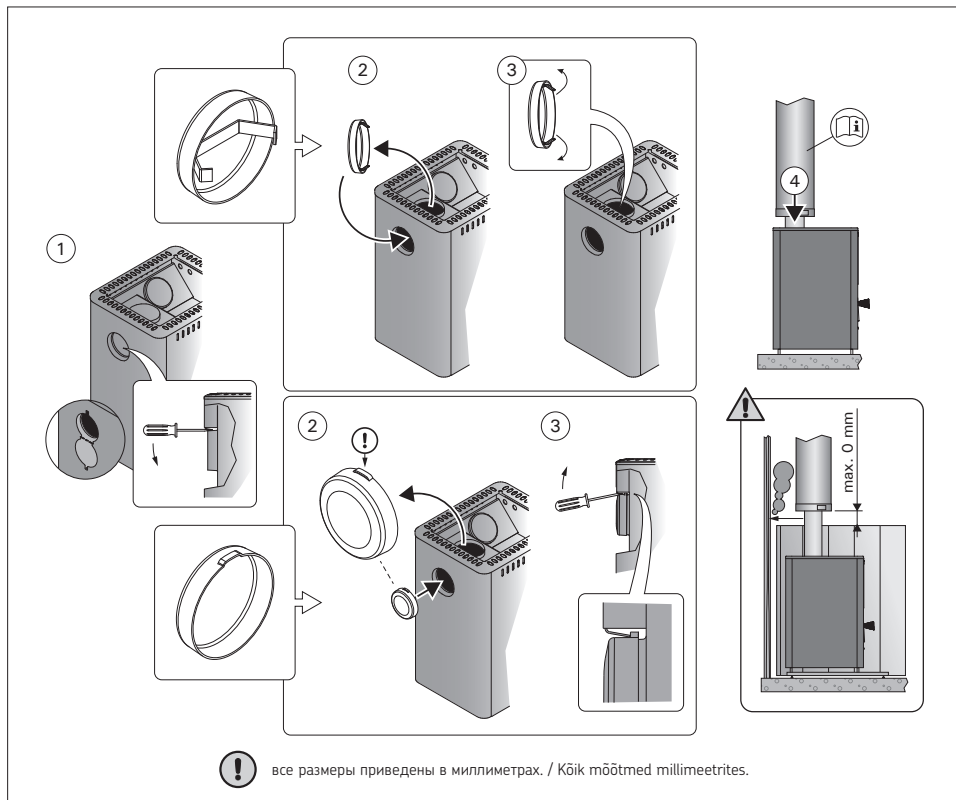

Рисунок 13. Присоединение печи к стальному дымоходу Harvia.
3.2.3. Присоединение печи к стальному дымоходу Harvia (рисунок 13)